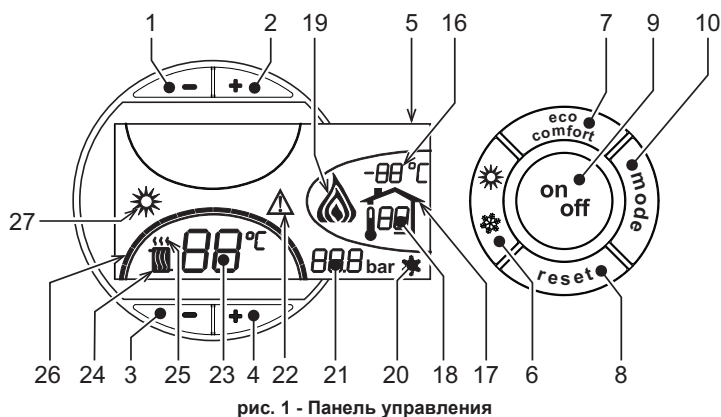
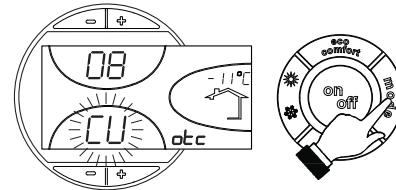
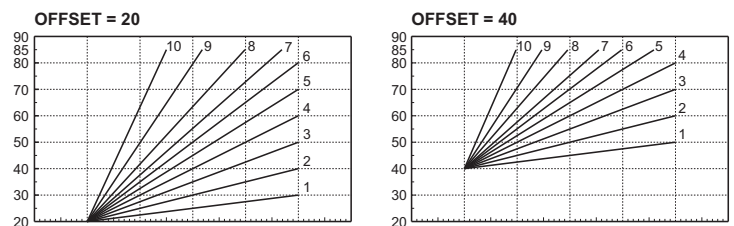

рис. 1 - Панель управления
рис. 9 - Кривая погодозависимого регулирования
рис. 12 - Пример параллельного смещения кривых погодозависимого регулирования
Нажмите клавишу **on/off** (поз. 9 - рис. 1) в течение 1 секунды.
Для повторного включения котла снова нажмите клавишу **on/off** (поз. 9 рис. 1) в течение 1 секунды.
- Нажмите кнопку ВКЛ/ВЫКЛ (9 - рис. 1)
Нажмите клавишу **Лето/Зима** (поз. 6 - рис. 1) на 1 секунду.
На дисплее высвечивается символ "Лето" (поз. 27 - рис. 1). При этом котел будет вырабатывать только воду для ГВС. Остается активной система защиты от замерзания.
Для выключения режима "Лето" вновь нажмите клавишу **Лето/Зима** (Поз. 6 - рис. 1) на 1 секунду.
Температура в системе отопления регулируется в пределах от 30°C до 80°C с помощью клавиш (дет. 3 и 4 -)рис. 1.
Температура в системе ГВС регулируется в пределах от 10°C до 65°C с помощью клавиш (поз. 1 и 2 - рис. 1).
При установке внешнего датчика (опция) на дисплей панели управления (поз. 5 -) выводится рис. 1 текущая внешняя температура, измеряемая этим датчиком. При этом система управления котлом работает в режиме "Плавающая температура". В этом режиме температура воды в системе отопления регулируется в зависимости от внешних климатических условий с тем, чтобы обеспечить максимальный комфорт и экономию энергии в течение всего года. В частности, при увеличении температуры наружного воздуха уменьшается температура подаваемой в систему отопления воды в соответствии с определенной "характеристикой компенсации".
В режиме плавающей температуры величина, заданная с помощью клавиш регулировки отопления (поз. 3 и 4 - рис. 1), становится максимальной температурой воды системы отопления. Рекомендуется устанавливать ее на максимальную величину, чтобы позволить системе выполнять регулировку во всем полезном рабочем диапазоне.
При однократном нажатии на клавишу **Режим** (поз. 10 - рис. 1) отображается фактическая компенсационная кривая (рис. 9), которую можно изменить с помощью **клавиш системы ГВС** (поз. 1 и 2 - рис. 1).
При нажатии **клавиш регулировки температуры отопления**(поз. 3 и 4 - рис. 1) обеспечивается доступ к режиму параллельного изменения кривых (рис. 12), изменяемого с помощью **клавиш системы ГВС**(поз. 1 и 2 - рис. 1).
При повторном нажатии клавиши **Режим** (поз. 10 - рис. 1) осуществляется выход из режима регулировки параллельных кривых.
Если к котлу подключено устройство дистанционного управления с таймером (опция), вышеописанные регулировки производятся в соответствии с указаниями, приведенными в таблице 1. При этом на дисплее пульта управления (поз. 5 - рис. 1) высвечивается температура в помещении, измеряемая устройством дистанционного управления.
Выбор режимов ECO/COMFORT	При выключении режима ГВС с пульта ДУ котел переходит в режим "Эко-поту". В этих условиях клавиша 7рис. 1 - на панели котла отключена. При включении режима ГВС с устройства ДУ с таймером котел устанавливается в режим Comfort. В этих условиях с помощью клавиши 7рис. 1 - на панели управления котла можно выбрать любой из этих двух режимов.